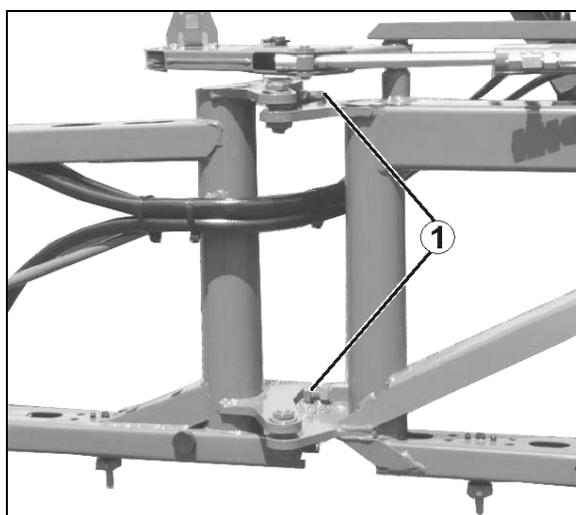

Fig. 181
1. Kontermutter der Einstellschraube (Fig. 181/1) lösen.